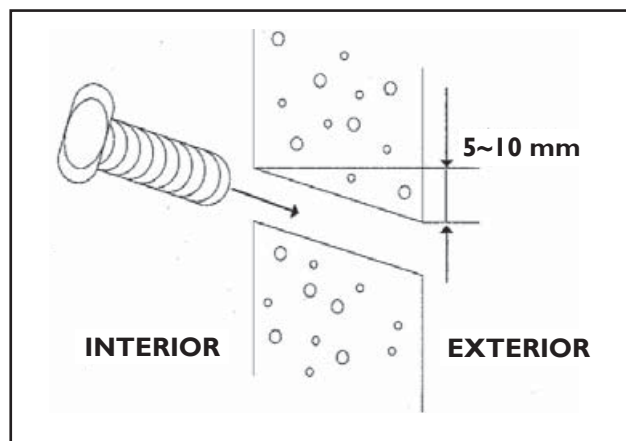

FIGURA 17
- Corte e coloque o tubo de PVC de 75 mm de diâmetro de acordo com a espessura da parede e passe a tubulação através dela. (Figura 17).